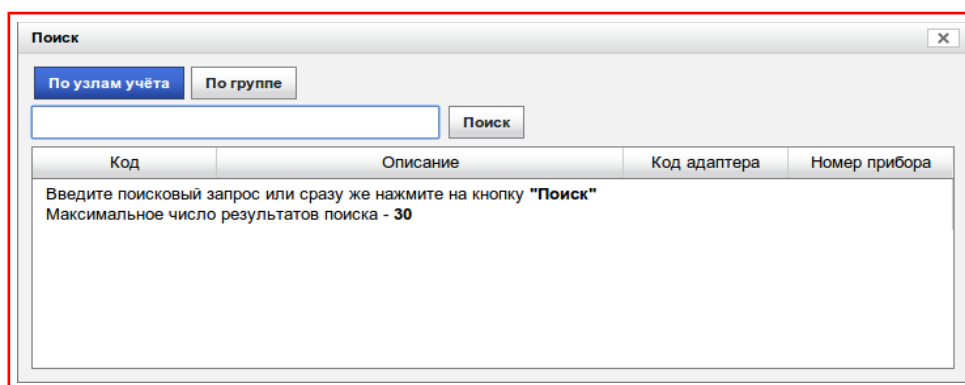

Рисунок 7.10 — Панель поиска узла/группы
- для выбора узла учёта/группы, рисунок 7.10: